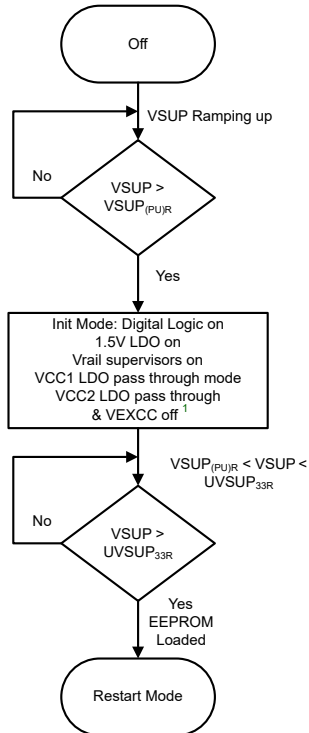

图 8-3. 加电状态图
器件监控三个 VSUP 电压电平，即上电复位 (VSUP_{(PU) R/F}) 和欠压 (UVSUP_{33R/F} 和 VSUP_{5R/F})，其中都监测斜升和斜降值。UVSUP 还可根据 VCC1 电压电平分为两个不同的阈值。节 8.4.8.8 中介绍了 UVSUP。对于加电，图 8-3 提供有关可用的电压电平和功能以及时间的信息。